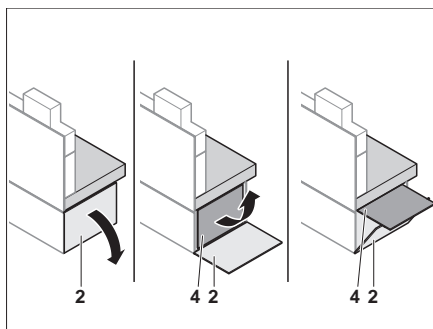
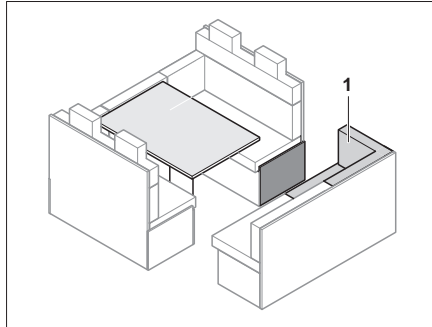
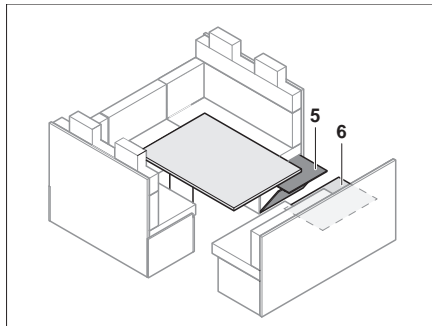

Bild 114 Fäll ut sittbänksförlängningen
Bild 116 Före förstoringen
Bild 118 Fäll ut sittbänksförlängningen
- Öppna luckan (Bild 114,2).
- Fäll upp sittbänksförlängningen (Bild 114,4) och kläm fast den med luckan (Bild 114,2).
- Ta av sittdynan (Bild 116,1).
- Fäll upp sittbänksförlängningen (Bild 118,5) och kläm fast den (Bild 114).
- Ta fram förstärkningsplattan (Bild 118,6) under sittdynan (Bild 116,1) och stäng luckan mellan sittplatsförlängningen och sidosittbänken.